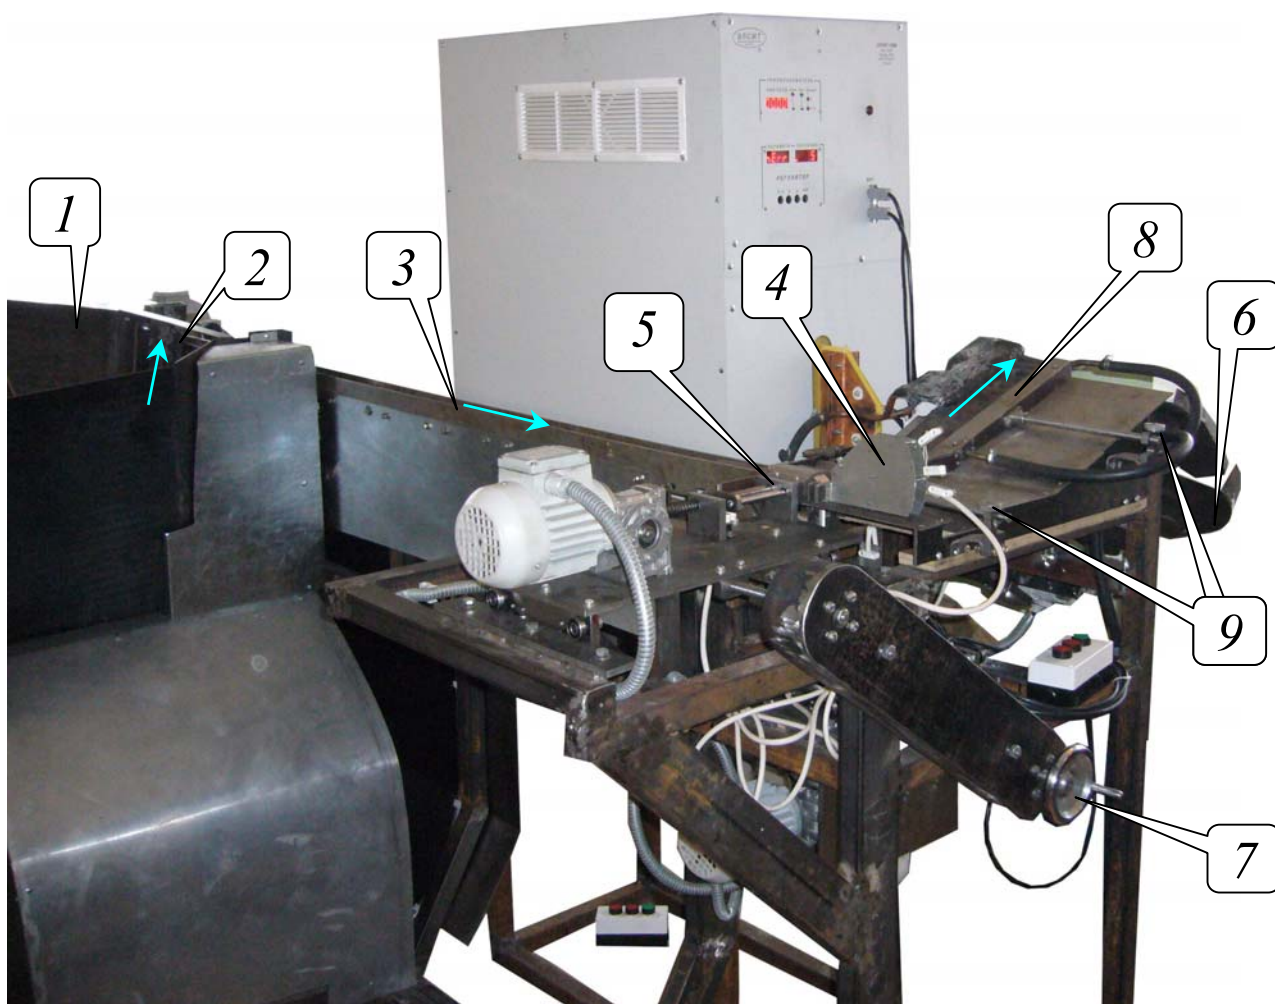
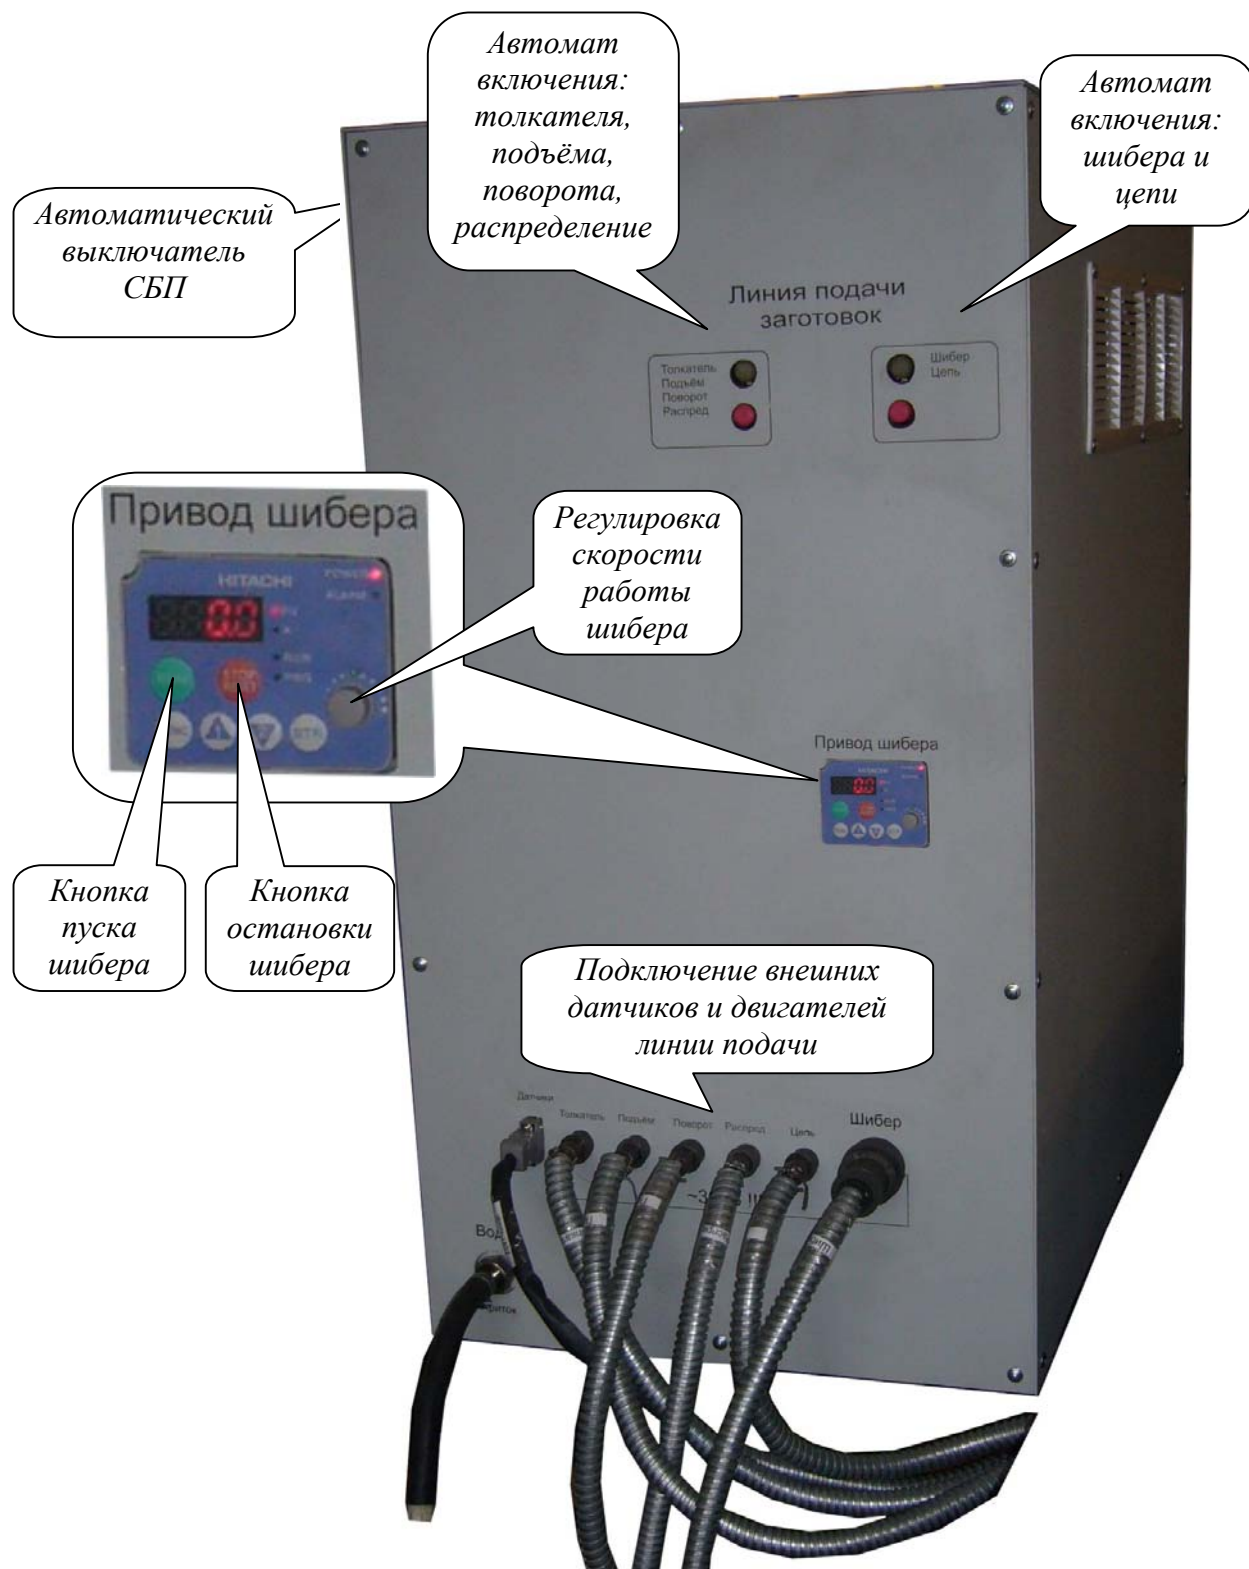

Рисунок 1 - Автоматическая линия подачи заготовок
Рисунок 2 - Силовой блок преобразователя СБП (задняя панель)
Регулировка линии на различные длины заготовок производится путём перемещения подвижной стенки. Ослабить крепление 9 (рисунок 1) и передвинуть подвижную стенку так, чтобы между подвижной и неподвижной стенкой помещалась одна заготовка с зазором 3мм, после затянуть крепление 9.
Толкатель и подъёмно поворотный механизм перемещаются одновременно путём поворота рукоятки 7 (рисунок 1). Необходимо установить толкатель и подъёмно-поворотный механизм в центре, между подвижной и неподвижной стенками, чтобы при повороте заготовка ложилась ровно на то же место.
- 1) Автоматический выключатель на СБП установить в нижнее положение (рис.2).
- 2) Подключить все кабеля к разъёмам на задней стенке генератора (рис.2);
- 3) Подвести сеть ~380В, 50Гц к СБП на автоматический выключатель, **соблюдая фазировку** (рис.2). Правильность подключения фаз проверяется по направлению движения цепи при помощи автоматического выключателя цепи. **Нулевой провод подключается на отдельную клемму рядом с автоматическим выключателем!!!**
- 5) Подключить заземление, используя **специальный болт на корпусе СБП** (рис.2).
- 6) Подключить сменный индуктор к клеммам СБП (рис.1).
- 7) Подвести водяное охлаждение индуктора и СБП (рис.1, рис.2).
- 9) Включить автоматические выключатели на СБП (рис.2).
- 14) Проверить работу шибера (рис.2).
- 19) Нажать кнопку «**Стоп**» на передней панели СБП на ВПУ (рис.1) для сброса защиты (св.д. «**Стоп**» должен погаснуть).
- подключение всех кабелей на задней стенке генератора (рис.2);
При возникновении аварийной ситуации необходимо нажать кнопку «СТОП» и выключить все автоматы (рис.2).